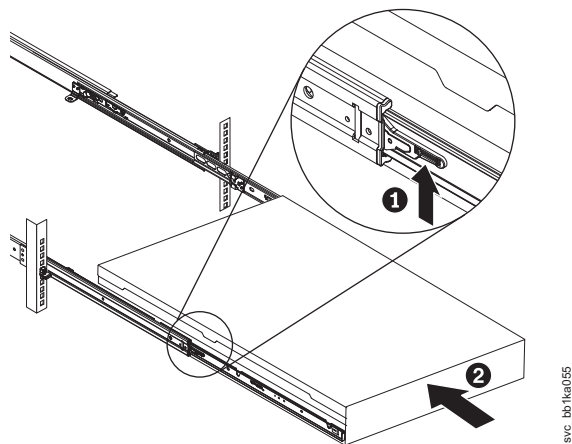

図 185. ラックのスライド・レールの ロック・レバーを上げる
12. スライド・レール上のロック・レバー (236 ページの図 185 の **1**) を上げて、サーバー **2** を、所定の位置にカチッと音を立てて収まるまで、ラック内に完全に押し込みます。